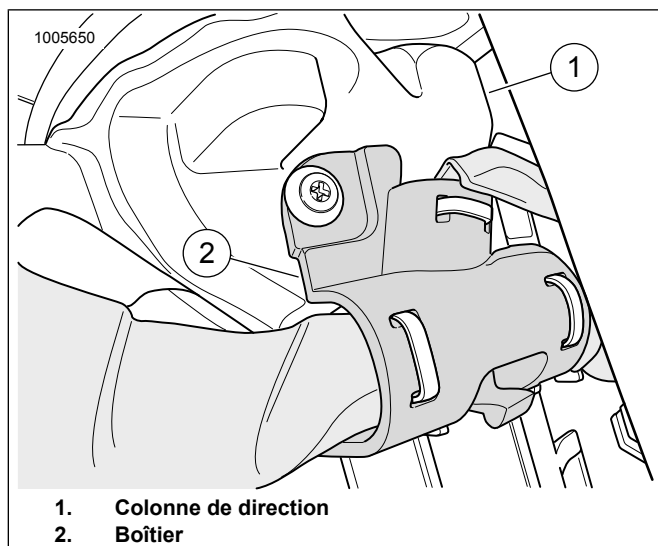

Figure 13. Colonne de direction
17. Voir la figure 13. Acheminer l'extrémité du faisceau de 48 po vers la colonne de direction (1). Utiliser le boîtier (2) pour fixer le faisceau.